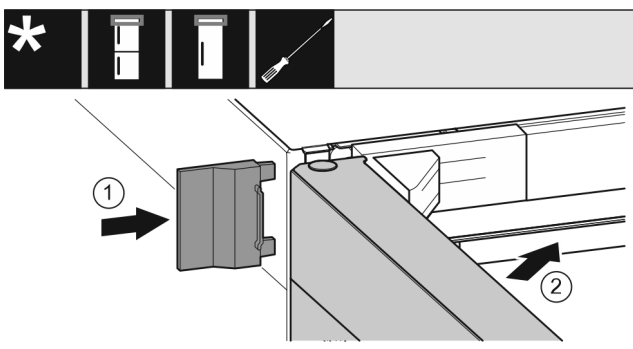

Fig. 21
- ▶ Нахлузете външния капак. Fig. 21 (1)
- ▶ Затворете горната врата. Fig. 21 (2)